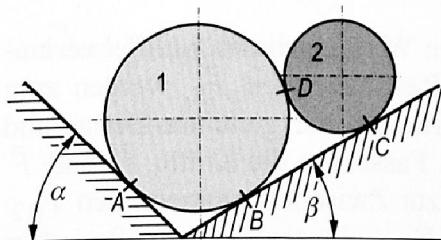

Bild 3.23: Zwei Zylinder in einer Rinne
8. Zwei Zylinder mit den Durchmessern $d_1 = 5 \text{ cm}$, $d_2 = 3 \text{ cm}$ und den Gewichten $F_{G1} = 8 \text{ N}$, $F_{G2} = 3 \text{ N}$ liegen in einer Rinne, deren Seitenebenen mit der Horizontalebene die Winkel $\alpha = 45^\circ$ und $\beta = 30^\circ$ einschließen (Bild 3.23). a) Man ermittle die Auflagerkräfte in den Punkten A , B und C und die Kräfte, die die Zylinder im Punkt D aufeinander ausüben. b) Wie groß müsste die Gewichtskraft F_{G2} mindestens sein, damit der Zylinder 1 angehoben wird?